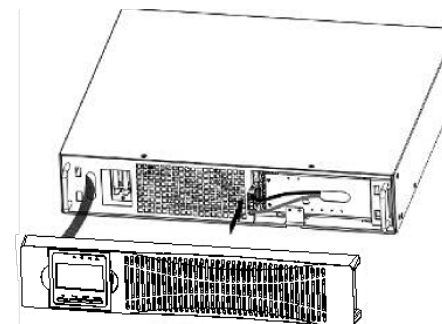

Рис. 3-10. Подключение внутренних батарей.
2. Подсоедините внутренний разъём аккумулятора (рис. 3-10). Красный провод к красному, чёрный к чёрному. Нажмите на коннектор до характерного щелчка.